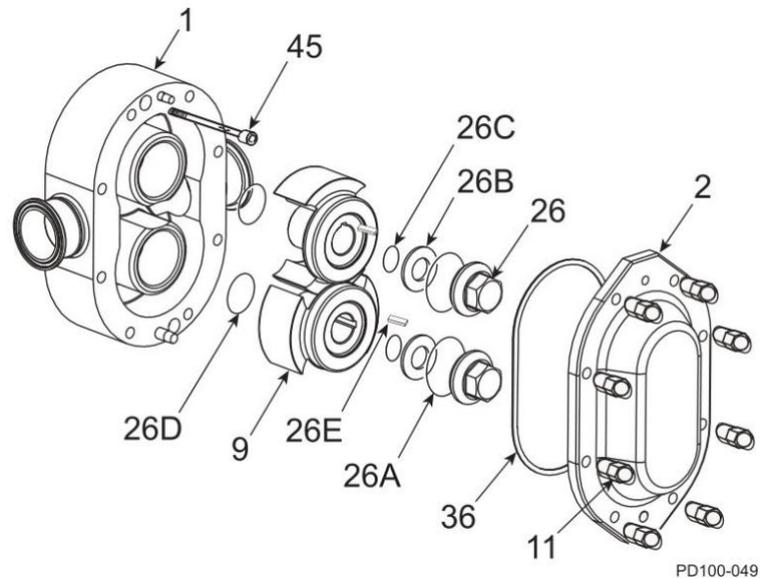
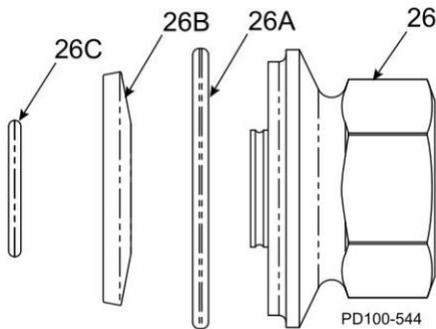
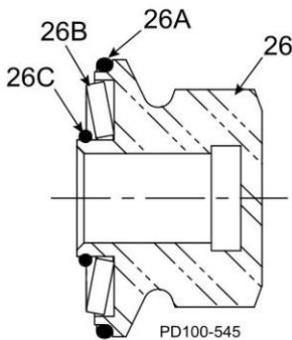

Abbildung 70 - Explosionszeichnung des Fluidkopfes
Abbildung 71 - Montage der Rotornabe
Abbildung 72 - Querschnittsansicht der Montage der Rotornabe, zusammgebaut
2. Installieren Sie das Gehäuse (Abbildung 70, Pos. 1) am Bausatz des Getriebegehäuses, indem Sie das Gehäuse mit den Gehäusestiften ausrichten. Vermeiden Sie eine Beschädigung der Dichtungen, während das Gehäuse über die Wellen gezogen wird.
3. Sichern Sie das Gehäuse mit den beiden Zylinderschrauben am Getriebegehäuse (Abbildung 70, Pos. 45).
1. Schmieren Sie den O-Ring der Rotornabe (Abbildung 70, Pos. 26D) mit einem Schmiermittel, das mit O-Ring-Material und Prozessflüssigkeit(en) kompatibel ist.
HINWEIS: Für weitere Informationen über die Montage der Rotormutter, einschließlich der Orientierung der Tellerfeder (Pos. 26B), siehe Abbildung 71 und Abbildung 72 auf Seite 50.
Siehe Abbildung 70 auf Seite 49 und Abbildung 71 und Abbildung 72 auf dieser Seite.
1. Reinigen Sie den O-Ring des Deckels (siehe Abbildung 70 auf Seite 49, Pos. 36) und montieren Sie ihn in der Nut im Deckel.
3. Montieren Sie den Deckel (siehe Abbildung 70 auf Seite 49, Pos. 2) am Pumpengehäuse.
5. Ziehen Sie den Deckel fest mit den Deckelmutter an (Siehe Abbildung 70 auf Seite 49, Pos. 11) und Tabelle 12.